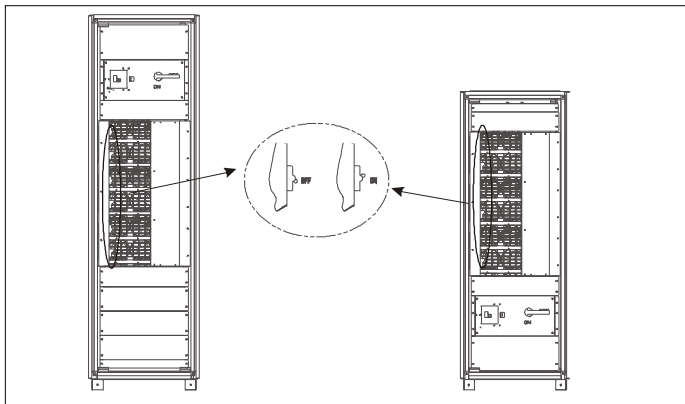

图 7-2
1) 确认机柜后面对应位的模块市电输入开关处于“ON”状态（图 7-2）